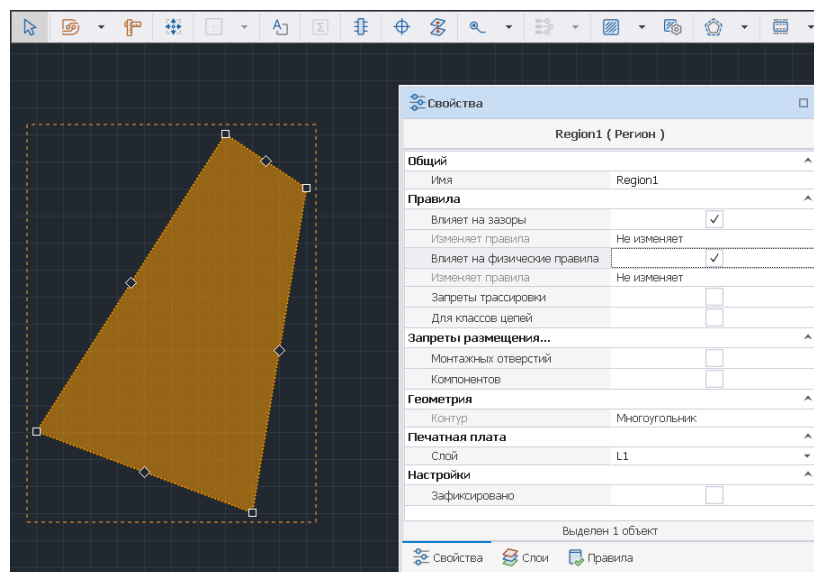

Рис. 134 Выбор типов правил для изменения в регионе
2. Отметить в панели «Свойства» → «Правила» типы правил, которые будут изменяться в выбранном регионе, см. Рис. 134.
3. Для каждого типа правил, изменяемого в регионе, в панели «Свойства» → «Правила» отображается дополнительный пункт «Изменяет правила», который указывает на наличие региональных изменений в правилах данного типа, см. Рис. 134.
**Пример!** На Рис. 134 в дополнительном пункте «Изменяет правила» отображается информация о наличии региональных изменений в правилах, влияющих на трассировку.